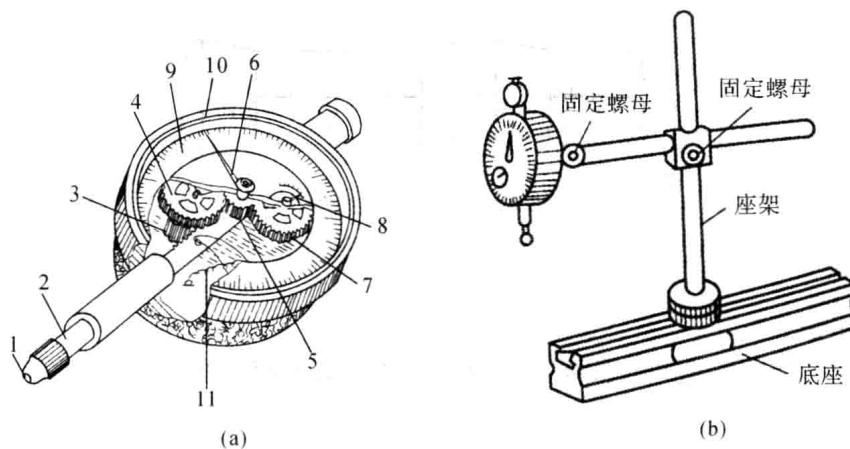

图 1-12 百分表
(1) 结构与传动原理。百分表的结构如图 1-12 所示, 主要由触头、齿杆、大、小齿轮、表盘、转动表圈、指针、拉簧等部分组成。当齿杆上升时, 带动齿数为 16 的小齿轮 3, 在小齿轮 3 的同轴上装有齿数为 100 的大齿轮 4。再由这个齿轮带动中间的齿数为 10 的小齿轮 5。长指针 6 与小齿轮 5 同轴, 随其一起转动。小齿轮 5 同时带动大齿轮 7, 该齿轮轴下端装有游丝, 其作用是消除由齿侧间隙而引起的测量误差, 以保证测量精度。该轴的上端装有短指针 8, 用来记录长指针的转动圈数(长指针每转动一周, 短指针转动一格)。表盘 9 圆周上等分地刻有线条, 共分 100 格。转动表圈 10 可调整表盘刻线与长指针的相对位置。而拉簧 11 的作用是使齿杆 2 能回到原位。
(2) 刻线原理。测量杆移动 1mm 时, 大齿轮正好转动一圈, 同时带动大指针也转动一圈, 而表盘上沿圆周上刻有 100 等分格, 其每格的刻度值为 $1/100=0.01\text{mm}$ 。大指针转动一格时则表示工件尺寸变化了 0.01mm。